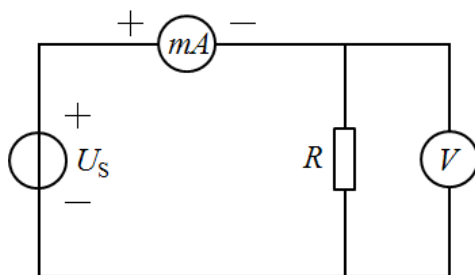

图 1.1
- 1) 测试电路如图 1.1 所示，图中  $U_s$  为直流稳压电源， $R$  为被测电阻，阻值  $R = 200\Omega$ 。